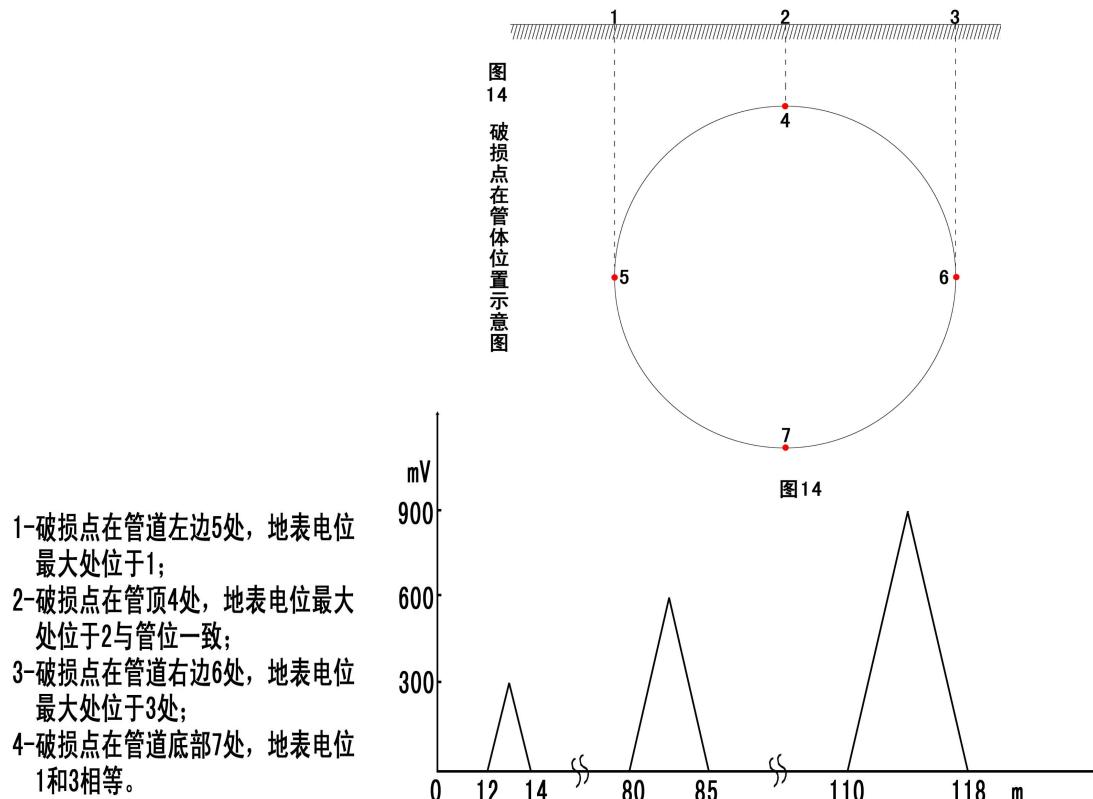

图15 破损点大小曲线图
(1) 数字直读法：该法在检测时，保持一定的静态信号，300mV 以内不能判断为破损点，这是由于土壤干湿变化、管道防腐层过薄，管道埋土深度变化检测人员偏离管位等因素引起，一般认为 300—600mV 为防腐的微小缺陷，600—900mV 为防腐层中等破损，900mV 以上应开挖修理的大破损。
(2) 辐射距离法：此法是按泄漏点处辐射距离直径来划分的：一般小漏点辐射距离直径在 2M 之内，大漏点辐射距离直径在 5m 以上，中等漏点辐射距离直径位于大小漏点两者之间。
(3) 统计图形法：若以泄漏电位与辐射距离两因素作图，在漏点的上方会出现一个个三角形，三角形大小近似地反映了漏点的大小，如图 15 所示。